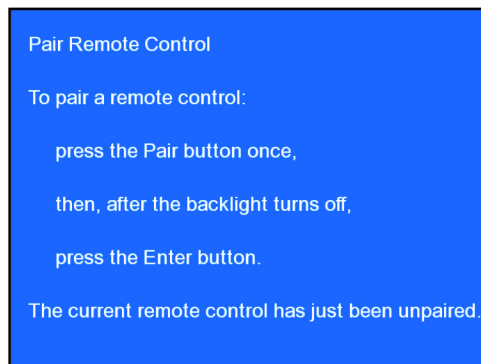

Рис. 3-2 Привязка пульта дистанционного управления
1. Нажмите кнопку **Power** на пульте управления приблизительно на 5 секунд до появления меню, показанного на **Рис. 3-2**. Если привязка не будет выполнена в течение 30 секунд, то возникнет тайм-аут, на экране на 3 секунды появится сообщение Не обнаружен пульт дистанционного управления, а затем вновь будет включен режим видео.